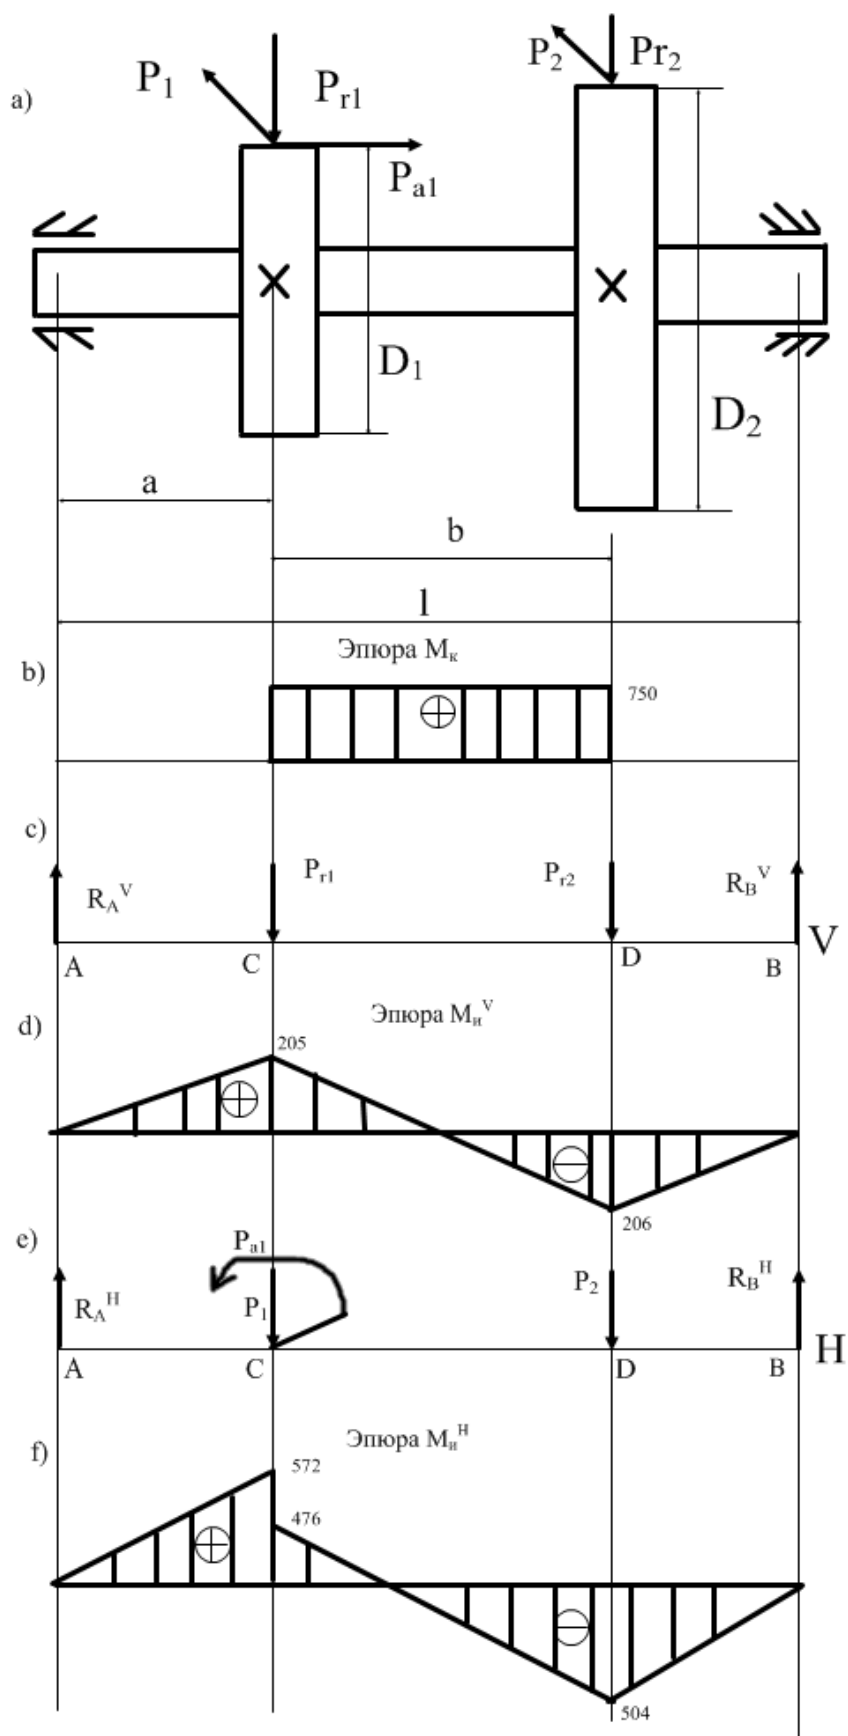

рис. 1
3. Строим эпюру крутящих моментов рис.1 б)
5. Составляем расчетные схемы вала в вертикальной и в горизонтальной плоскостях, освобождаем балку от опор, заменив их действия реакциями рис.1 с) и рис.1 е)
8. Строим эпюры изгибающих моментов в вертикальной и горизонтальной плоскостях рис.1 d) и рис. 1 f)